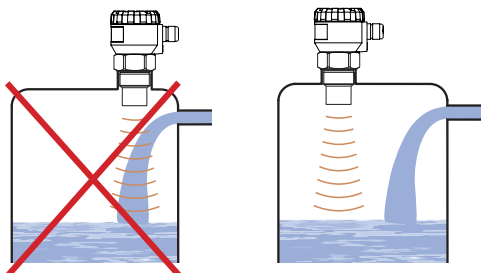

Рис. 7: Установка измерителя уровня вне зоны досягаемости заполняющего потока
- Не устанавливать измеритель уровня в месте или над местом заполнения (рис. 7). Запускаемая среда может оказывать влияние на измерение, и измерение уровня материала не происходит.